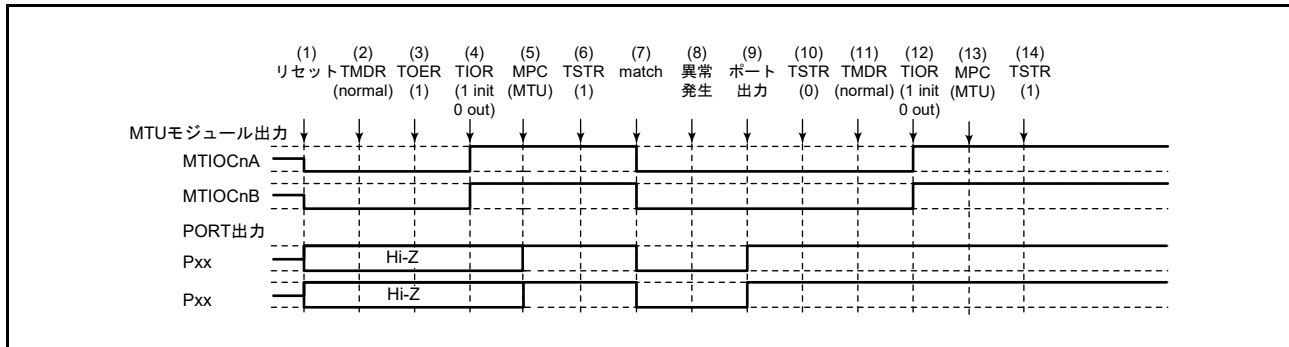

図 24.154 ノーマルモードで異常が発生し、ノーマルモードで復帰する場合
ノーマルモードで異常が発生し、再設定後ノーマルモードで再スタートする場合の説明図を図 24.154 に示します。
(1) ~ (10) は図 24.154 と共通です。
(11) PWM モード 1 を設定します。
(12) TIOR レジスタで端子を初期化してください (PWM モード 1 では MTIOcNB (MTIOcND) 端子に波形が出力されません。出力すべきレベルがある場合は、I/O ポートのポート方向レジスタ (PDR)、ポート出力データレジスタ (PODR) で汎用出力ポートの設定をしてください。
(13) MPC と I/O ポートのポートモードレジスタ (PMR) で MTU 出力としてください。
(14) TSTRA (TSTRB) レジスタで再スタートします。
(11) PWM モード 2 を設定します。
(12) TIOR レジスタで端子を初期化してください (PWM モード 2 では周期レジスタに使用した TGR レジスタに対応する端子に波形が出力されません。出力すべきレベルがある場合は、I/O ポートのポート方向レジスタ (PDR)、ポート出力データレジスタ (PODR) で汎用出力ポートの設定をしてください)。
(14) TSTRA レジスタで再スタートします。
(1)～(10)は図 24.154 と共通です。
(11) 位相計数モードを設定します。
(12) TIOR レジスタで端子を初期化してください。
(11) TIOR レジスタでノーマルモードの波形生成部を初期化してください。
(12) TIOR レジスタでノーマルモードの波形生成部の動作を禁止してください。
(13) TOERA (TOERB) レジスタで MTU3、MTU4 (MTU6, MTU7) の出力を禁止してください。
(14) TOCR1A、TOCR2A (TOCR1B, TOCR2B) レジスタで相補 PWM の出力レベルと周期出力の許可 / 禁止を選択してください。
(15) 相補 PWM を設定します。
(16) TOERA (TOERB) レジスタで MTU3、MTU4 (MTU6, MTU7) の出力を許可してください。
(17) MPC と I/O ポートのポートモードレジスタ (PMR) で MTU 出力としてください。
(18) TSTRA (TSTRB) レジスタで再スタートします。